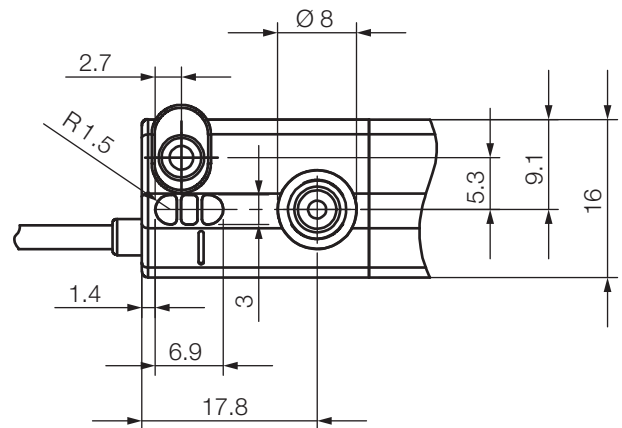

图 4-13: 按钮和LED的尺寸与距离
**i** 在反向安装时，必须有一个用于按钮和LED的凹槽 (尺寸参见图 4-13)，否则只能通过IO-Link配置BMP。